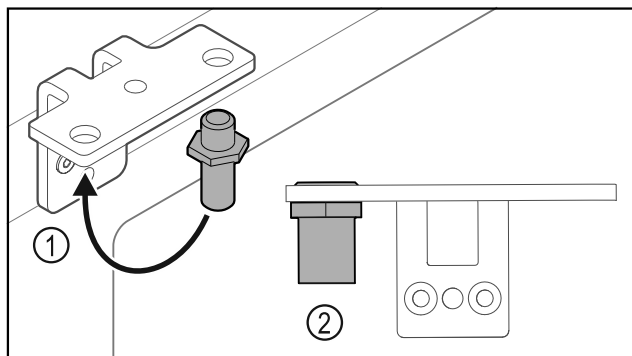

Fig. 33
- Premjestite svornjake Fig. 33 (1) u kutnim šarkama.
- Pritegnite svornjake Fig. 33 (2) **okretnim momentom od 12 Nm.**